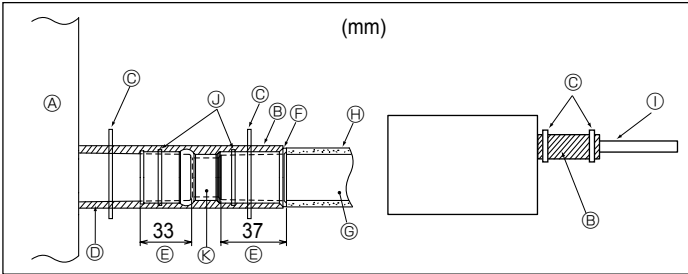

Abb. 3-5
1. Die Abbl muffe (mit der Anlage geliefert) an den Dr nageausla  anschlie en. (Abb. 3-5)
[Abb. 3-5]